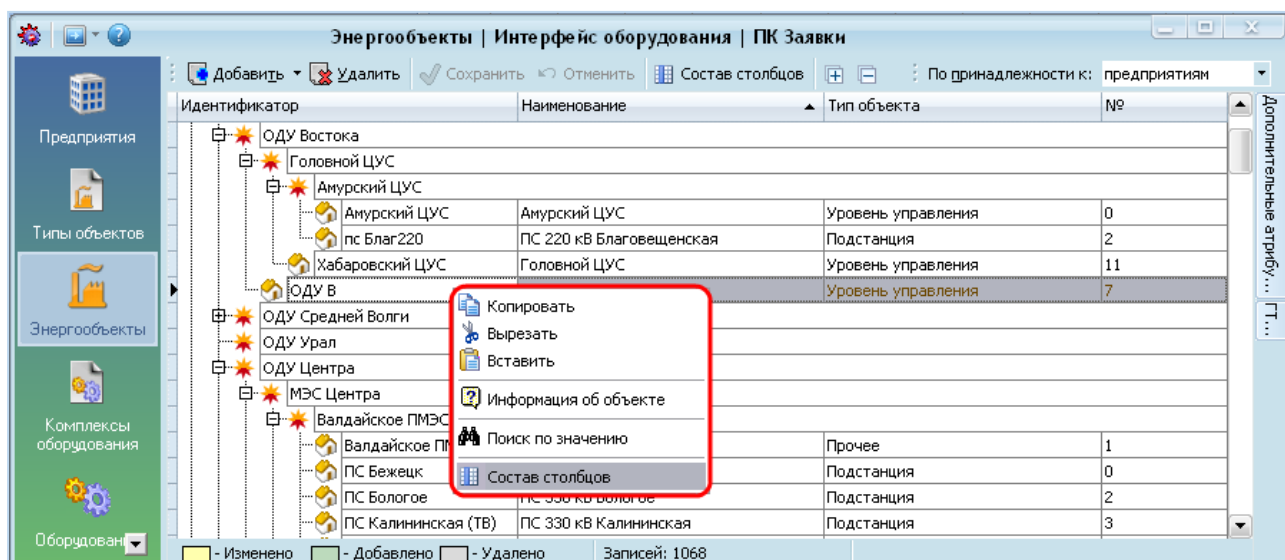

Рисунок 13.5 – Вызов настройки состава столбцов через контекстное меню
- Вызвать контекстное меню правой кнопкой мыши на списке энергообъектов и выбрать пункт «Состав столбцов» (Рисунок 13.5).